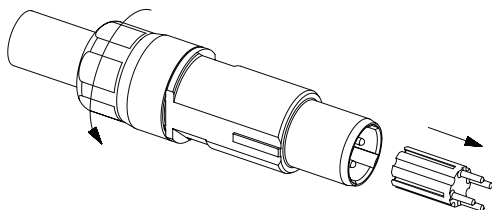

Abbildung XI-19
11. Verschrauben Sie die Überwurfmutter bis auf Anschlag und entfernen Sie anschließend die Montagehilfe (Abb. XI-19).